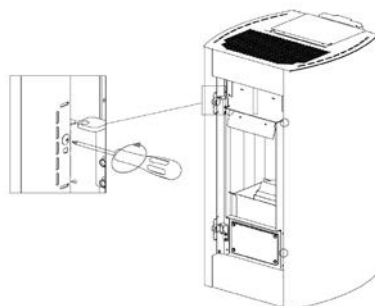
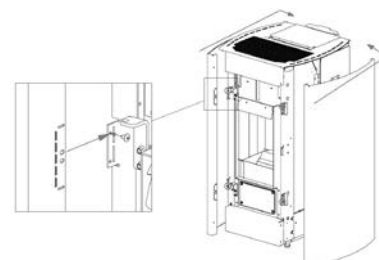

Fig. 62 - Retrait des vis
Fig. 63 - Dépose des côtés
- Dévisser les 4 vis avant et retirer les flancs (voir **Fig. 62** et **Fig. 63**).